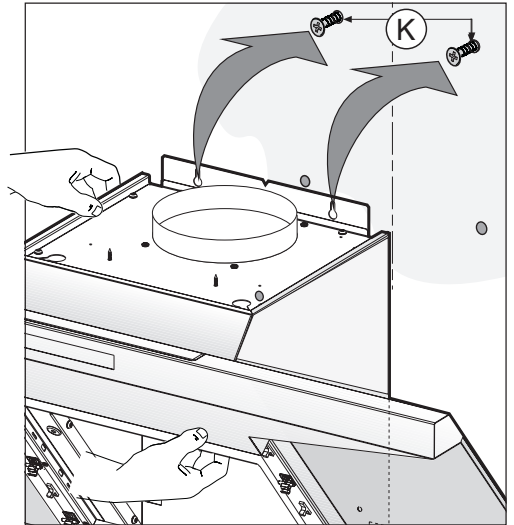

Fig. 7
- Placera utrustningen på väggen. Justera den i horisontalldet och skruva fast skruvarna **K** (Fig.7).